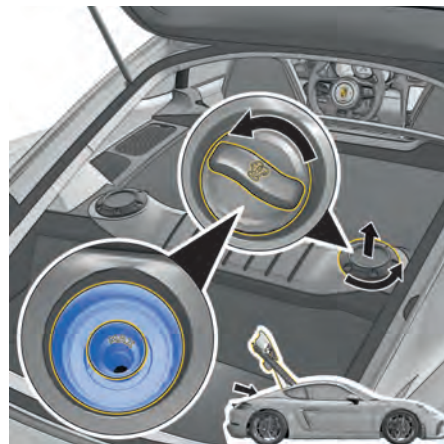

Fig. 141 : Vase d'expansion 718 Cayman GT4
2. 718 Cayman GT4 : tournez le bouchon vers la gauche et retirez-le (fig. 141).
8. 718 Cayman GT4 : remettez le bouchon en place et tournez-le vers la droite (fig. 141).